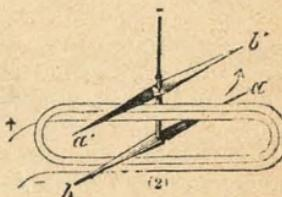

Fig. 217.—Agujas astaticas.
5. **Agujas astáticas.**—Se llaman *agujas astáticas* el conjunto de dos agujas imantadas é idénticas, fijas en el mismo eje, de modo que sus polos de nombre contrario se corresponden (fig. 217). Si las agujas son perfectamente idénticas, el sistema es absolutamente astático, es decir, que la tierra no ejerce acción alguna sobre él; no se lo podría emplear. Existe siempre alguna pequeña diferencia de imantación entre las agujas: es esta diferencia que el multiplicador debe vencer para orientar el sistema.